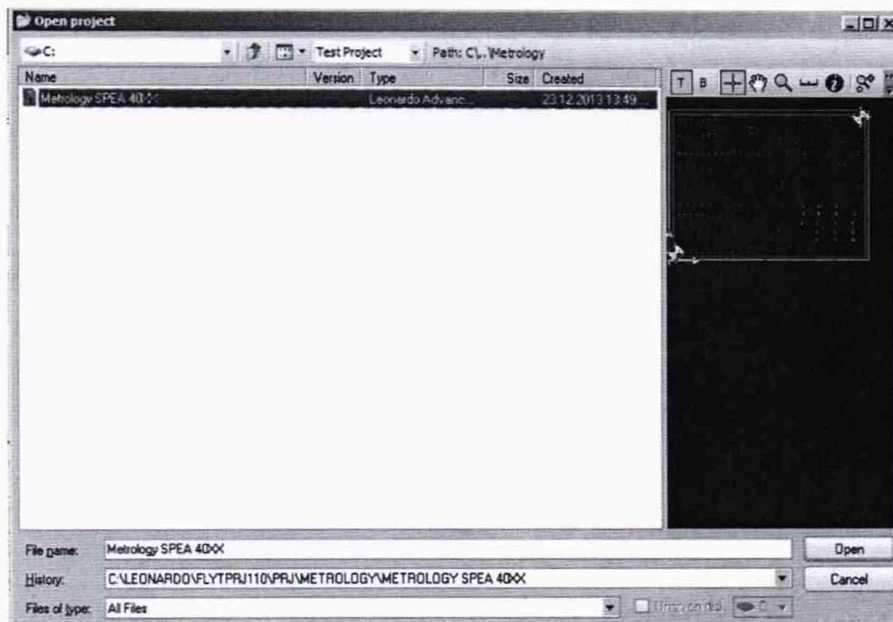

Рисунок 15 – Открытие проекта «Metrology SPEA 40XX» в СПО «Leonardo»
7.5.1 На системе SPEA 40XX, в СПО «Leonardo» открыть готовый тестовый проект «Metrology SPEA 40XX» (меню Open → Main Disk (C:) → Metrology → Metrology SPEA 40XX → Open). См. рисунок 15.